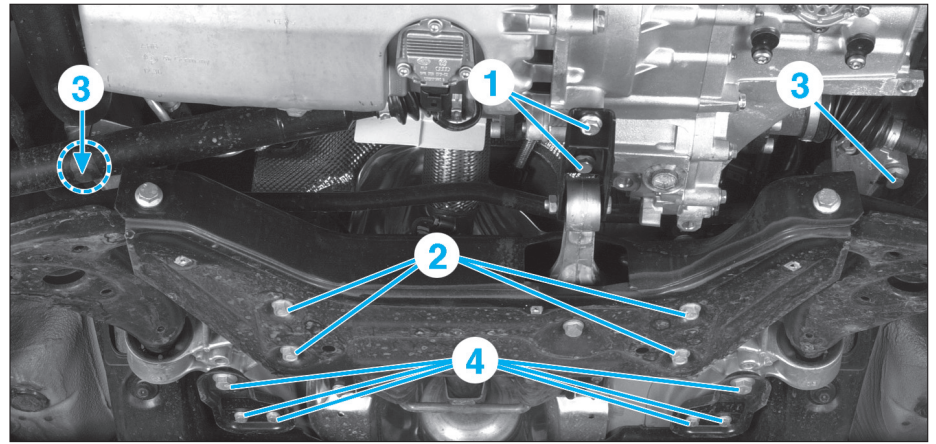

Fig. 10
- les vis de fixation (1) du tirant antibasculement sur la boîte de vitesses (Fig.10).
- les vis de fixation (2) du boîtier de direction,
- les vis de fixation (3) du berceau et de ses plaques de maintien.